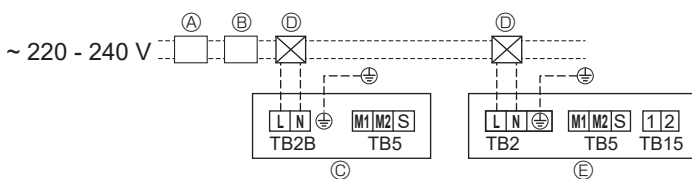

Fig. 7-11
- Lorsque le Boîtier de dérivation et l'appareil extérieur sont alimentés séparément, l'installation du climatiseur doit prévoir un commutateur avec une distance d'au moins 3 mm (1/8") entre chaque borne. (Fig. 7-11)